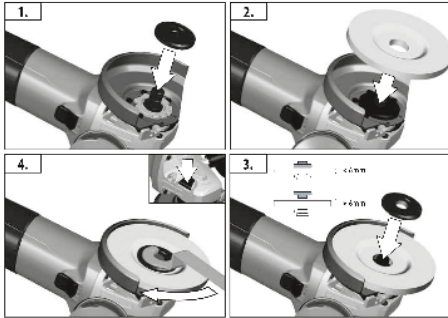

FIGURA 4
9.5. Montar o disco de desbaste: Equipar a flange de encosto no eixo de saída e, em seguida, posicione o disco acima do flange. Posicione o flange de aperto e rosqueie até o fim. (FIGURA 4)